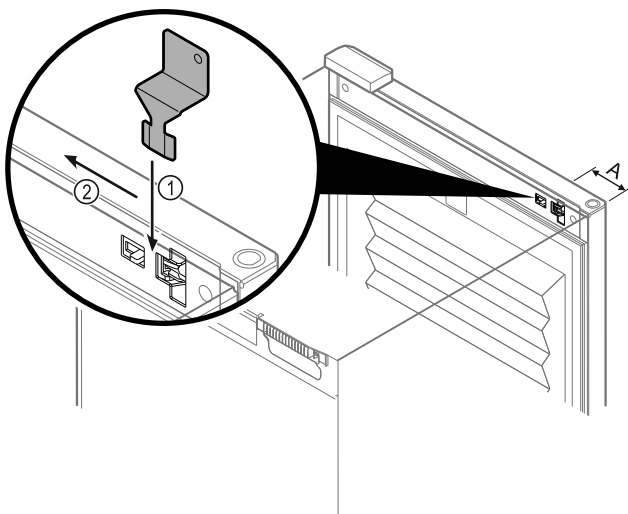

Fig. 90
- Posizionare la chiave di sblocco di emergenza nel punto specificato Fig. 90 (A) ≈ 100 mm.
- Inserire la chiave di sblocco di emergenza tra la porta e il corpo dell'apparecchiatura dall'alto fino all'arresto Fig. 90 (1).
- Tirare la chiave di sblocco di emergenza verso il lato della cerniera Fig. 90 (2).